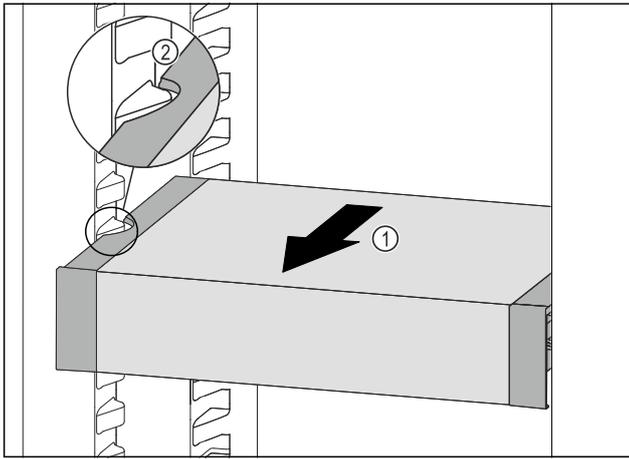

Fig. 91
- ▶ Изтеглете VarioSafe напред Fig. 91 (1), докато страничните прорези на VarioSafe се намират на височината на реброто на съда в хладилната част. Fig. 91 (2)